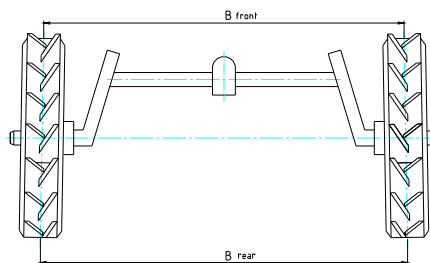

Рис. 5 Регулировка схождения
5.3.1 Регулировка схождения (см. Рис. 5)